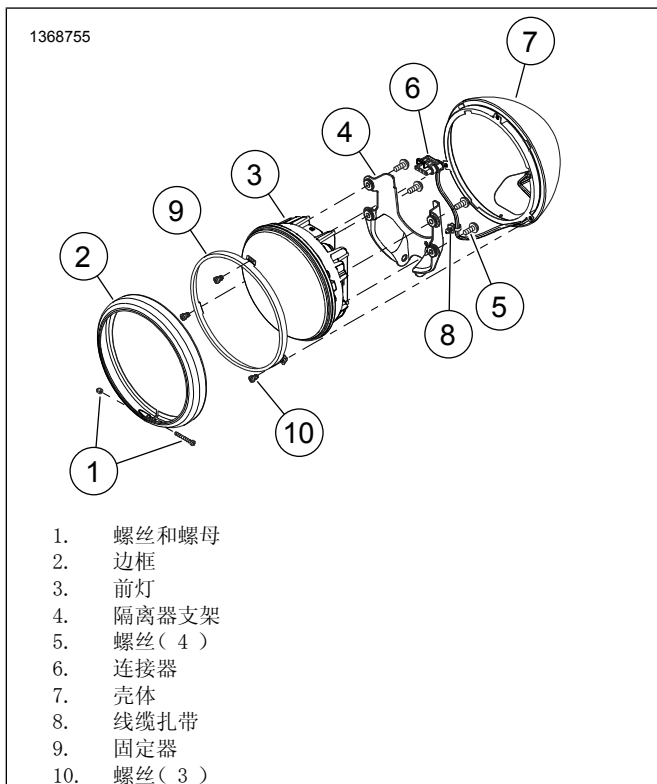

图6。圆形前灯
2. 参见图6。拆下前灯(3)。参见维修手册。
- 参见图 6。拧紧螺丝(5)至11.5-14.2牛米(102-126英寸磅)。
1. 参见图6。安装前灯(3)。参见维修手册。